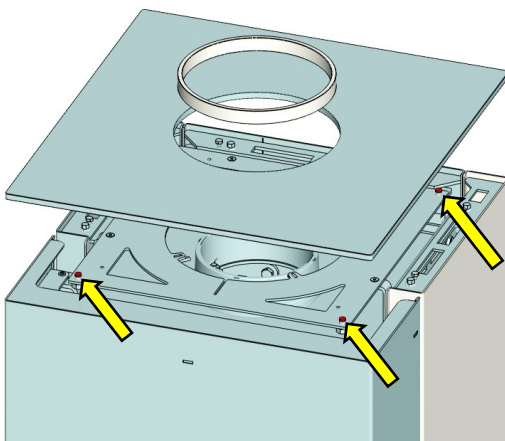

Abb. 7: Position Auflageschrauben
1. Die Dekorglasscheibe abnehmen, liegt lose auf, und die 4 Auflageschrauben mit Silikonpuffer (Abb. 7) entfernen.
6. Dekorglasscheibe und Strahlungsring (Abb. 7) wieder auflegen. Mit den Auflageschrauben kann die Dekorglasscheibe in der Höhe justiert werden.